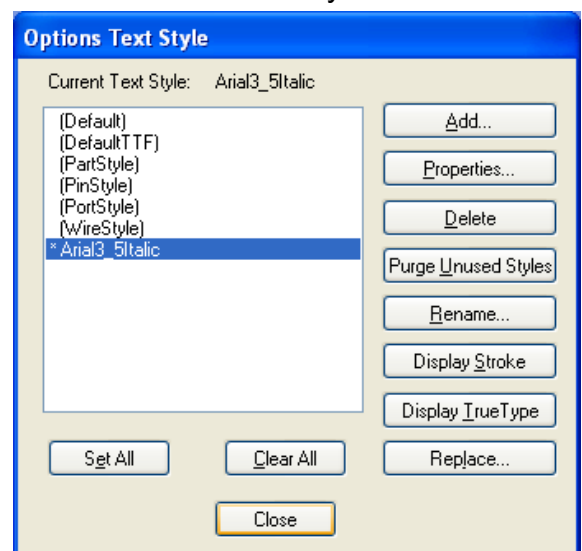

Рисунок 5.5 - Установка текущего стиля текста
- Отметьте щелчком ЛК мыши стиль ***Arial3_5italic*** в списке стилей на панели **Options Text Style** (*рис. 5.5*), который теперь станет текущим¹¹.